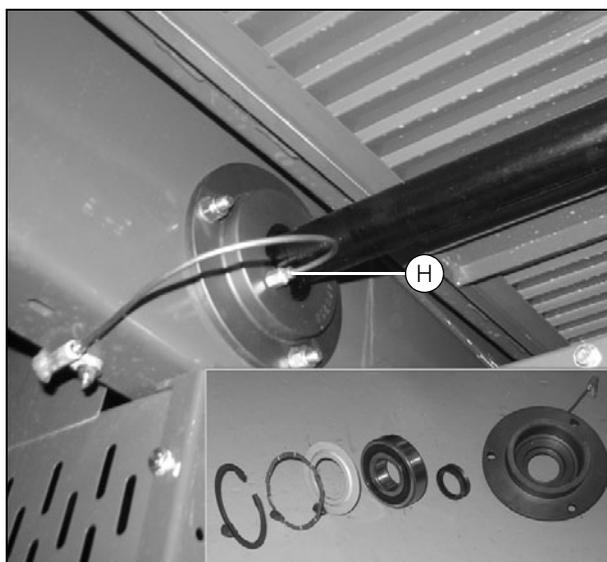

Рисунок 56
2. Снимите стопорное кольцо (E) подшипника, который нужно заменить.
3. Снимите болты крепления корпуса подшипника (F) на *противоположной стороне машины*. Не забудьте отсоединить смазочную трубку (H).
4. Используя подходящую прокладку, постучите по концу вала со стороны незакрепленного корпуса подшипника. Выпрессуйте подшипник (G) из корпуса.
**ВАЖНОЕ ЗАМЕЧАНИЕ:** Порядок установки деталей показан на (Рис. 56).